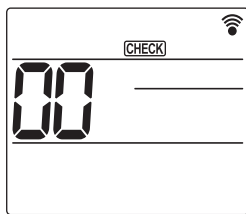

Fig. 6-7
- 2 Pulse el botón **[MENU]** durante 5 segundos. (Fig. 6-7)